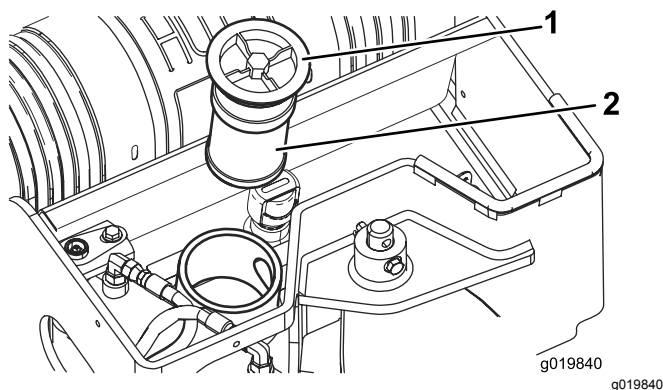

Figura 60
5. Limpe a área em torno do tubo de enchimento do depósito do hidráulico e retire a tampa e o filtro do tubo de enchimento utilizando uma chave (Figura 60).